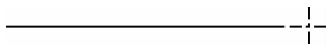

图 6-68 确定多边形一边
1. 选择菜单栏中的“Place（放置）”→“Polyline（多段线）”命令，单击“Draw（绘图）”工具栏中的“Place polyline（放置多段线）”按钮。也可以使用快捷键〈Y〉，如图 6-68 所示。